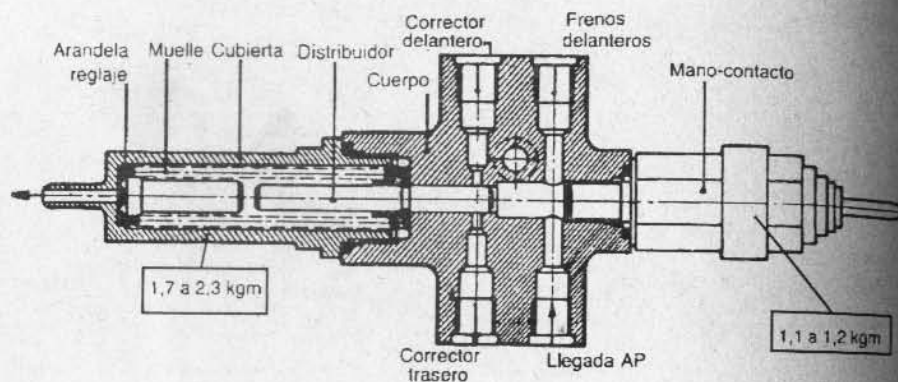

Fig. 1-24.— Válvula de seguridad, repartición y retención de presión
17. Válvula de seguridad, repartición y retención.— El cuerpo de la válvula de seguridad tiene 4 bocas, de las cuales 2 alimentan los correctores delantero y trasero. Durante la ausencia de presión, ambas bocas se mantienen obturadas por el distribuidor, para que el vehículo mantenga su altura en reposo (Fig. 1-24).